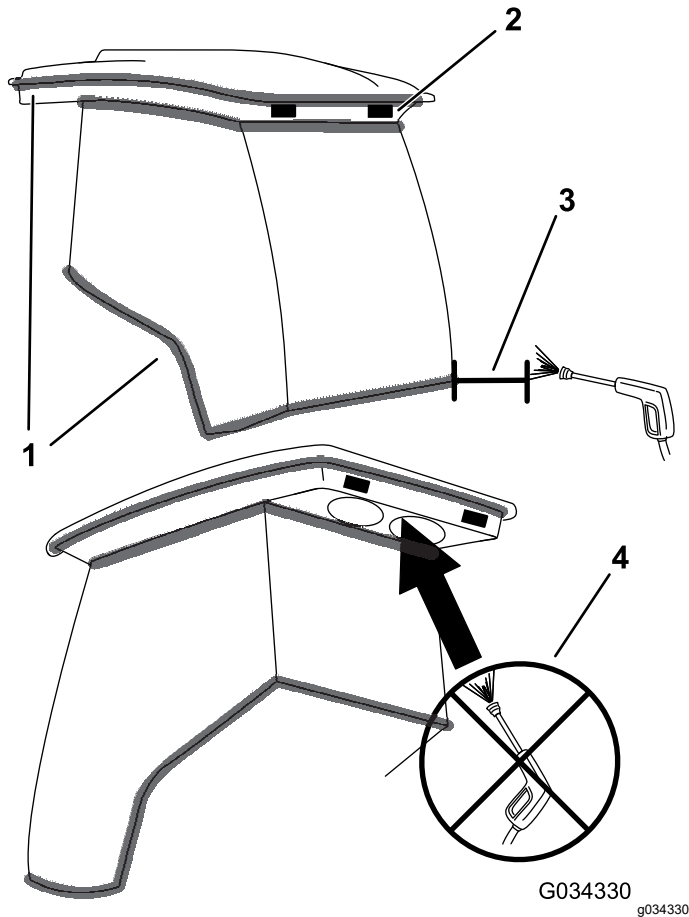

Figura 84
**Importante:** Tenga cuidado alrededor de las juntas de la cabina (Figura 84). Si está utilizando un lavador a presión, mantenga la vara al menos a 0,6 m de distancia de la máquina. No dirija el chorro de la lavadora a presión directamente sobre las juntas de la cabina o por debajo del reborde trasero.